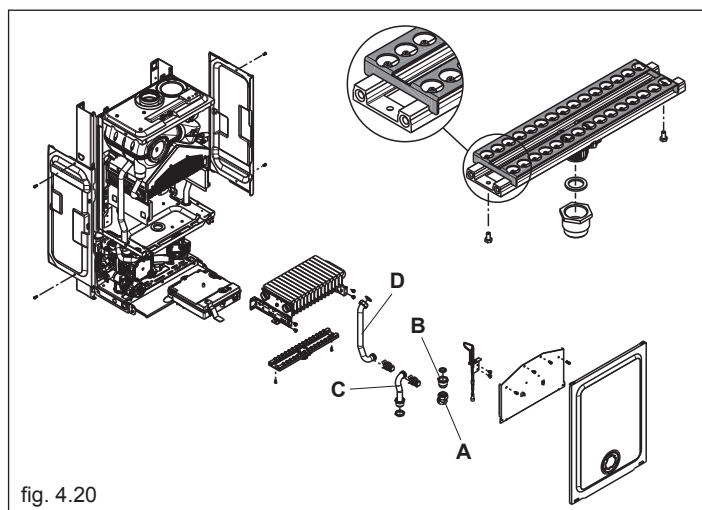

fig. 4.20
- Rimuovere la rampa gas (A) con apposita chiave, svitando completamente i due dadi (fig.4.20).
- Con apposita chiave svitare completamente la prolunga collettore (B) avvitata sullo stesso, facendo attenzione alla presenza della guarnizione di tenuta posta al suo interno (fig.4.20).
- Rimuovere la rampa (C), togliendo la molletta di fissaggio dal raccordo bruciatore e svitando completamente il dado con relativo controdado della rampa circolatore (fig.4.20).
- Rimuovere la rampa (D), togliendo la molletta di fissaggio dal raccordo bruciatore e svitando completamente il dado del raccordo scambiatore (fig.4.20).